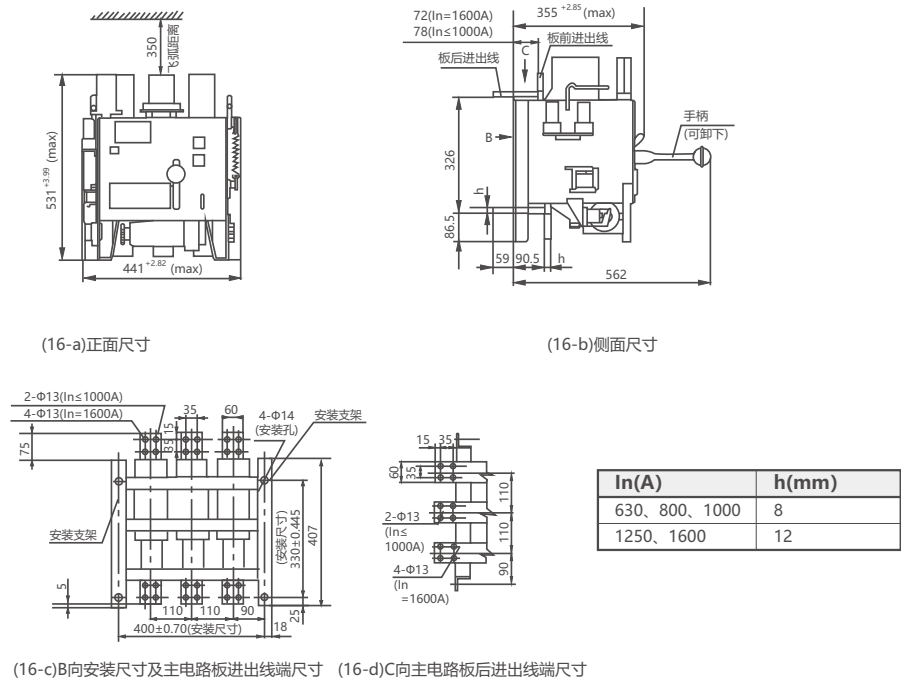

图16 DW15-1600断路器的外形尺寸及安装尺寸
6.1 DW15-1600断路器外形尺寸及安装尺寸见图16（注：飞弧区不得有异物）
- 4、M12 \times 40螺钉安装，尺寸见图16、17、18、19
7.2.4 DW15-1600断路器手动操作时，将手柄插入面板长槽孔与棘轮手柄相连（见图11和图16-（b）示意），断路器有预储能要求时上下扳动进行储能，扳至“储能”显示即可。然后操作“1”（按下）按钮，断路器应可靠合闸。若断路器无预储能要求时，手柄扳至储能结束后，断路器即刻自动合闸。